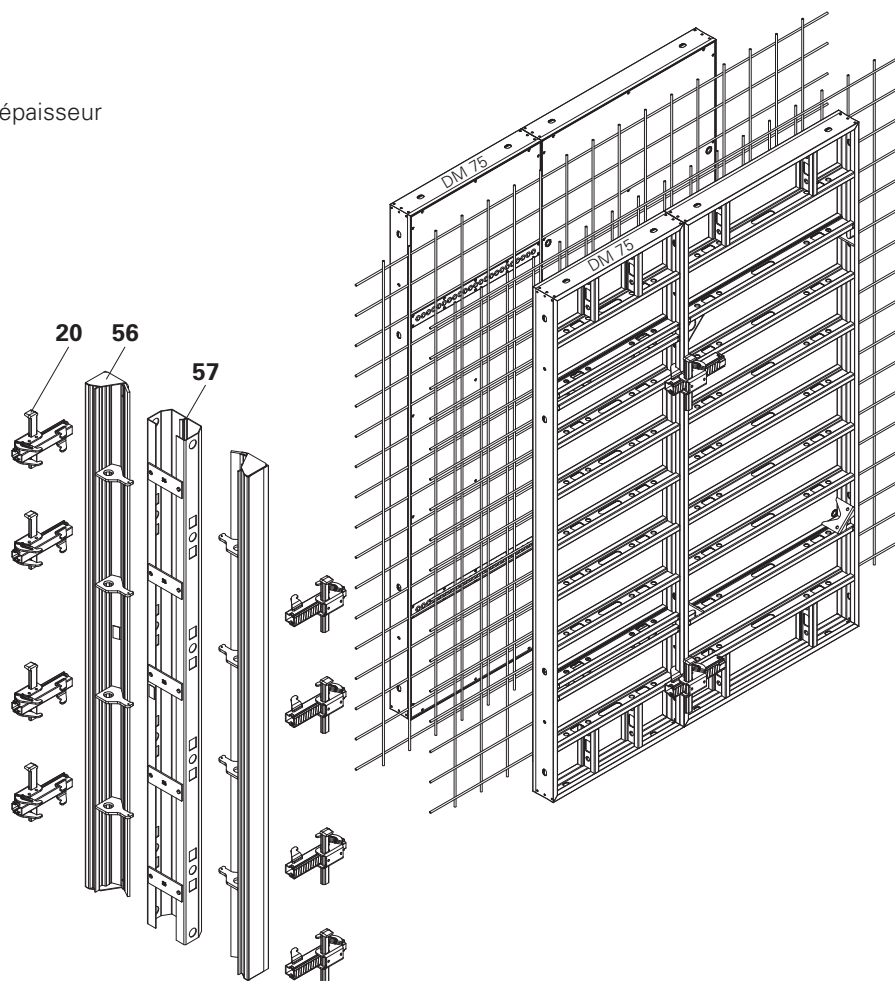

Fig. A11.03
2. Fixer la pièce extérieure AT (56) au moyen du pince DRS (20).
4. Placez la pièce centrale MT (57) en position.
7. Installer la pièce extérieure AT (56) dans la pièce centrale MT.
8. Fixer avec le pince DRS (20). (Fig. A11.03)